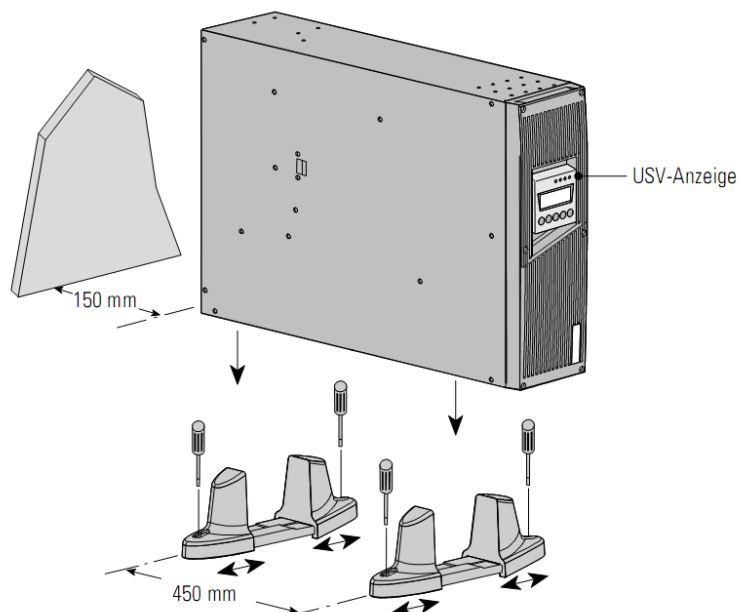

Abbildung 12. Standmontage mit einem Gehäuse
3. Stellen Sie das Gehäuse vorsichtig senkrecht auf - die USV-Anzeige ist dabei oben - und positionieren Sie die Standfüße (siehe Abbildung 12).